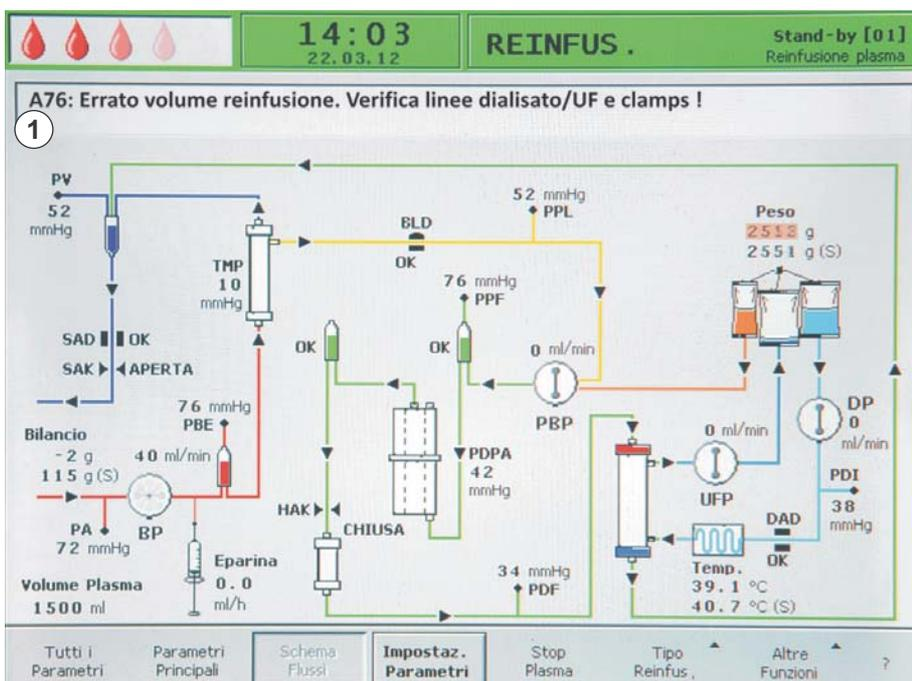

Fig. 9-1 Indicazione dell'allarme nel campo Allarmi/Messaggi
Una situazione di allarme richiede sempre una particolare attenzione e un tempestivo intervento da parte dell'operatore. Gli allarmi vengono visualizzati nel campo Allarmi/Messaggi (Fig. 9-1 , ① ) e sono accompagnati da un segnale acustico.